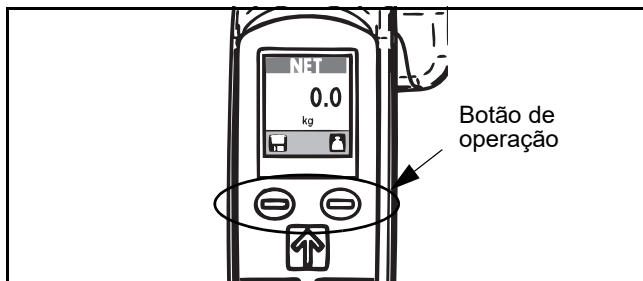

Fig. 69
- 1) No arranque, prima ambos os botões de operação para a balança ao mesmo tempo (consulte a Fig. 69).